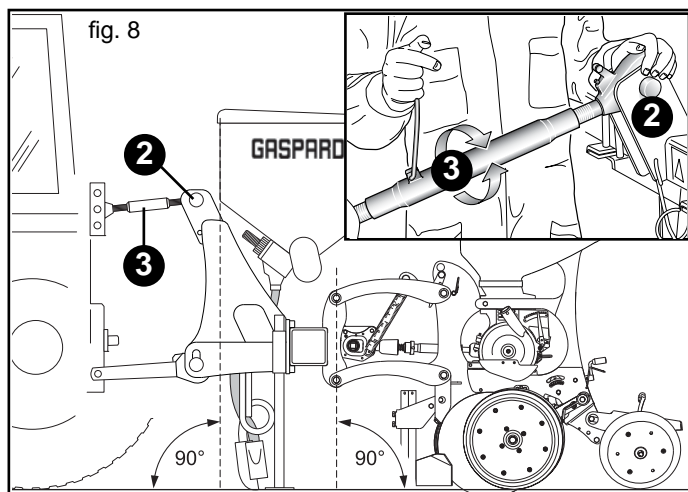

fig. 8
- 2) Den oberen dritten Punkt (2, Abb. 8) ankuppeln. Der Stift muß durch seinen Splint blockiert werden; mit der Einstellzugstange (3, Abb. 8) die Sämaschine senkrecht zum Boden ausrichten (Abb. 8).